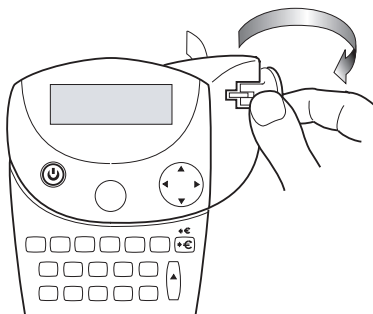

Figure 6
3. Coupez l'étiquette en utilisant votre pouce pour relever le levier de coupe et tirez vers l'arrière de l'imprimante. Voir Figure 6.